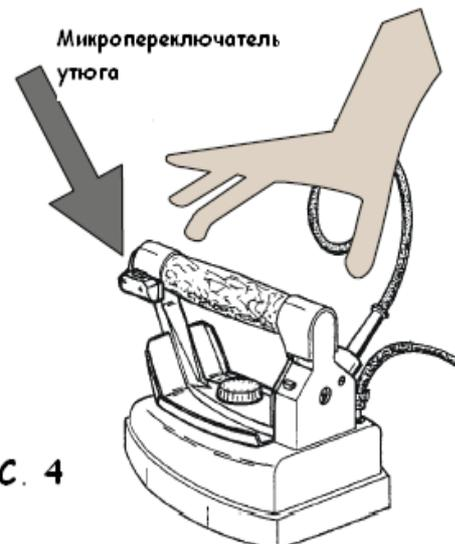

РИС. 4
5. Нажмите 3-4 раза на красную кнопку микропереключателя на утюге (рис.4), так что пар начал выходить: данная операция должна осуществляться для разогрева труб внутри утюга. Таким образом, вы предотвращаете возникновение мелких капель конденсата внутри утюга. Регулировка пара обеспечивается поворотом по часовой или против
1. переместите утюг на одежду, нажав микропереключатель для пара на утюге (рис.4). А для наилучшего результата,